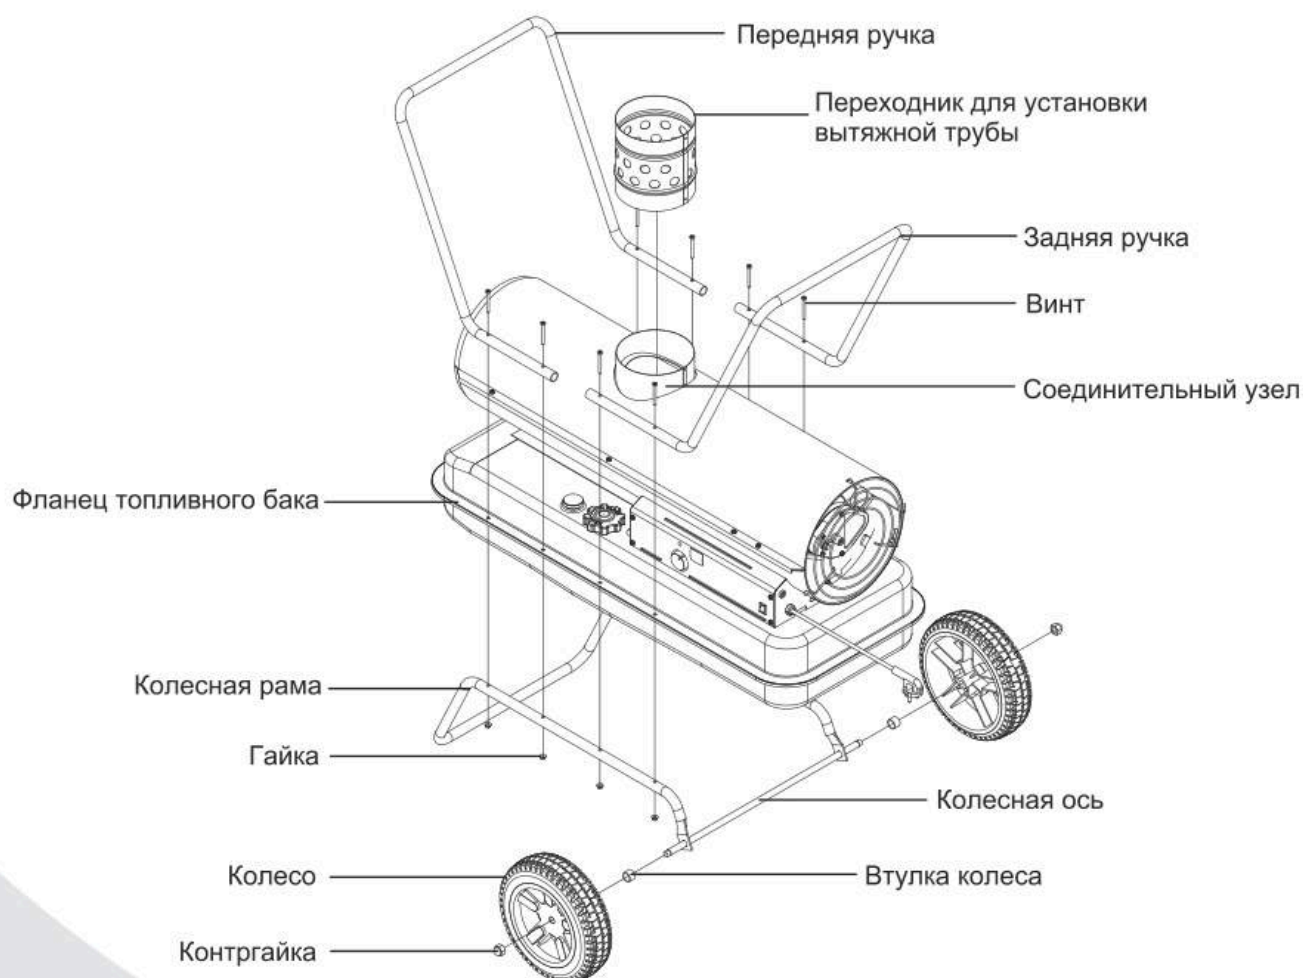

Рис. 3
4. Установить ручки на верхнюю часть фланца топливного бака. Вставить винты в отверстия ручек, фланца и колесной рамы (Рис. 3), накрутить на каждый винт гайку